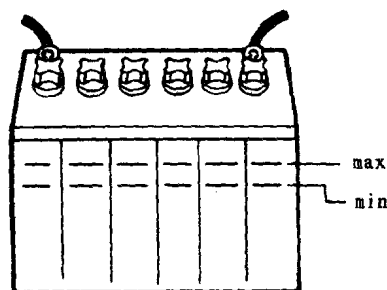
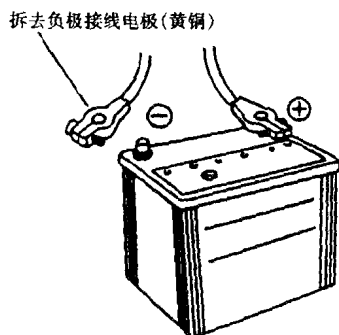

图2 检查蓄电池电解液
图3 检查电极接线桩
(1) 检查蓄电池电解液容量。如果蓄电池电解液容量达到外壳侧面的上水平线,即为合格。如果电解液容量不足时,应卸下所有加液口塞,逐一检查,边检查边补充蒸馏水(图2、图3)。